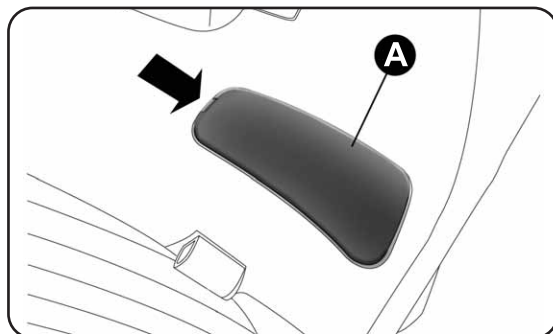

fig. 137
- ouvrir le coffre et déposer le couvercle A-fig. 137 en agissant au moyen d'un tournevis sur le point indiqué par la flèche ;
- remonter le groupe douille : le positionner correctement, visser d'abord la vis C et le fixer à l'aide de la languette B. Remonter ensuite le couvercle A-fig. 137.
ATTENTION Au cours de la dépose du couvercle A-fig. 137, veiller à protéger la pointe du tournevis à l'aide d'un chiffon pour éviter toute rayure.